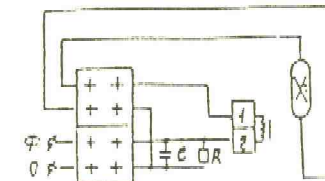

Рис.3
- 5.6. Провода сети подключить к клеммной колодке на панели согласно схемы включения рис.3, а провод заземления к защитному зажиму на панели.